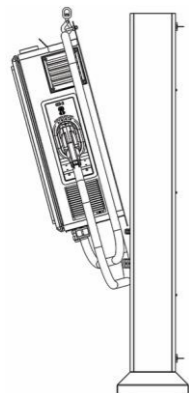

Abbildung 4.9: Beispiel für die Befestigung
2. Bringen Sie die Station näher an das Ladesäule heran und richten Sie die Bohrungen an der Rückseite auf die Bohrungen in der Konstruktion aus. Die WEMOB-STATION kann mithilfe der Hebeöse bewegt werden, wie in Abbildung 4.9 dargestellt.